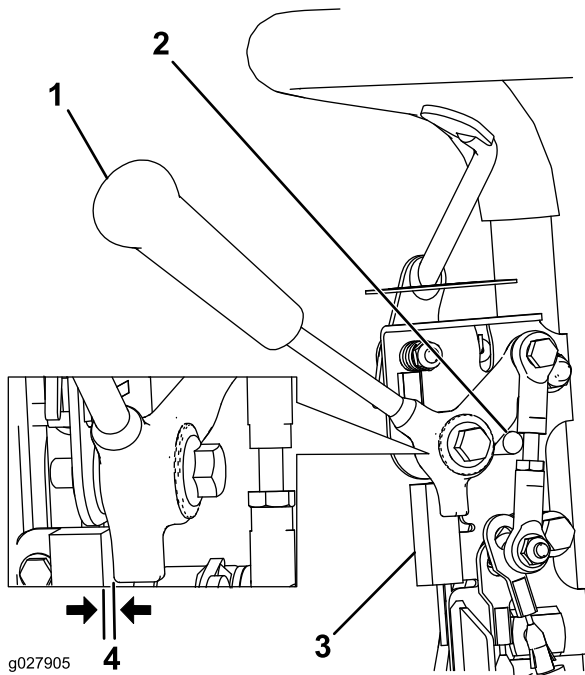

Bild 30
1. Stellen Sie sicher, dass der Motor abgestellt und der Fahrtriebshebel ausgekuppelt ist und den Neutralanschlag berührt (Bild 30).
2. Lösen Sie die Befestigungsschrauben des Sicherheitsschalters (Bild 30).
3. Legen Sie eine 0,8 mm dicke Beilagscheibe zwischen den Fahrtriebshebel und den Sicherheitsschalter (Bild 30).